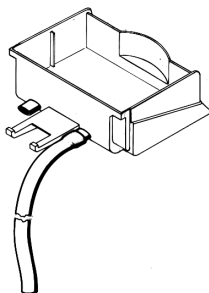

Bild 1
- 6 Die Tropfschale ist mit zwei Abflußöffnungen versehen, die mit Membranen verschlossen sind. Soll das Wasser ständig aus der Tropfschale abfließen, die Membran einer der beiden Abflußöffnungen durchstoßen (z.Bsp. mit einem Schraubenzieher) und einen Abflußschlauch anschließen (Bild 1).